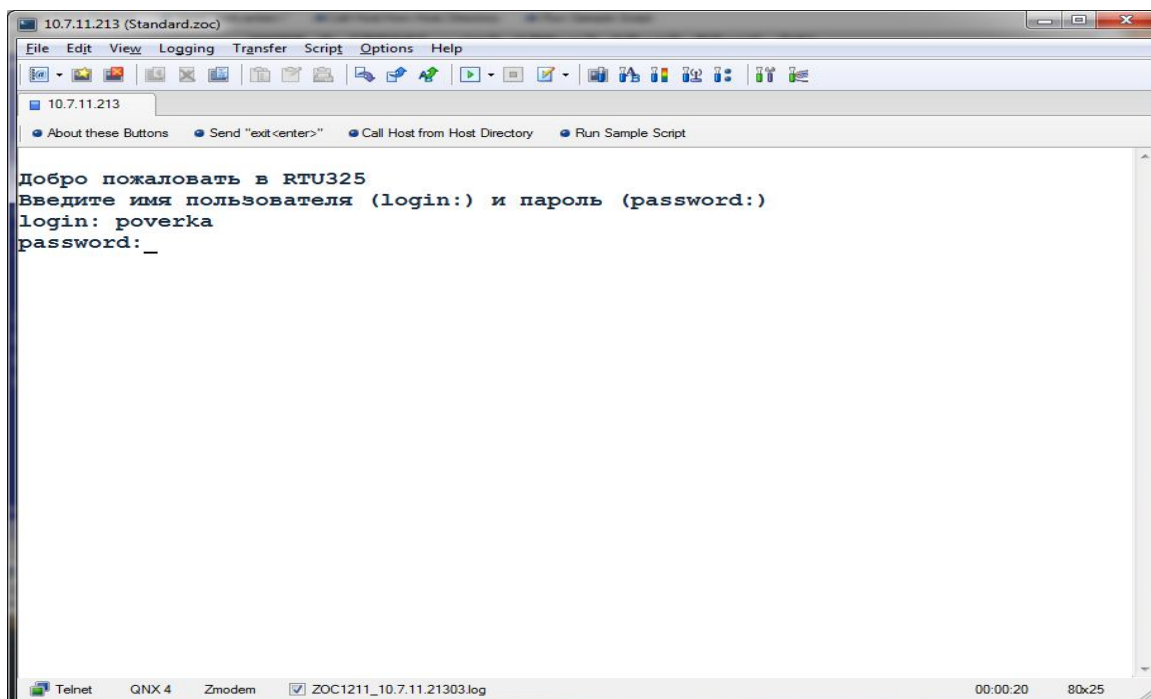

Рисунок 42
6.5.2.5. Войти в меню «Наладка» в пункт «Протокол поверки». В ответ на приглашение встроенного ПО ввести: Login: poverka, Password: p325 (рисунок 42)